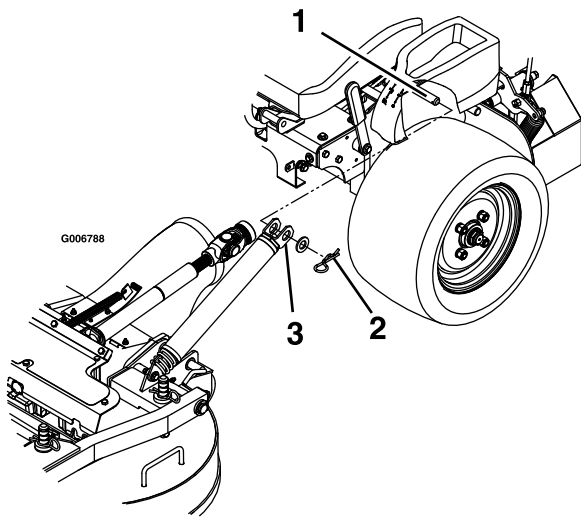

Figure 75
3. Retirez les goupilles fendues et les rondelles sur le haut du ressort d'aide au levage du plateau de coupe de chaque côté de la machine (Figure 75).
9. Placez des ressorts sur les goupilles d'ancrage sur les consoles gauche et droite, et fixez-les avec une rondelle et une goupille fendue (Figure 75).